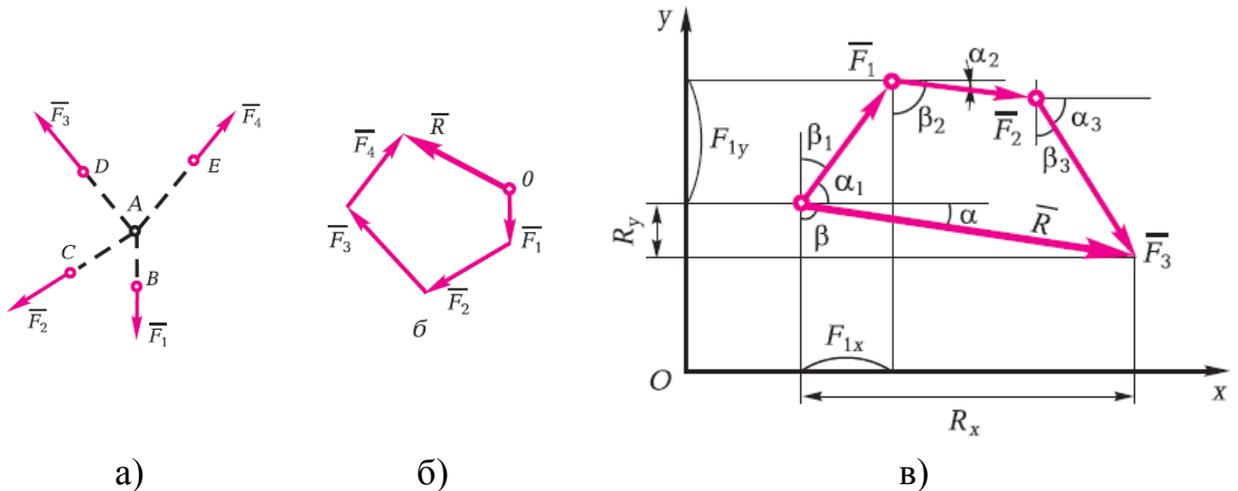

Рисунок 2.13
*Сходящимися* называются силы, линии действия которых пересекаются в одной точке (рис. 2.13а). Существует два способа сложения сходящихся сил: геометрический (рис. 2.13б) и аналитический (рис. 2.13в).
*Графический способ сложения сходящихся сил.* Чтобы графически сложить сходящиеся силы нужно, выбрав произвольную точку  $O$  приложить к ней первую силу, в конце первой силы пристроить вторую силу, в конце второй силы построить третью силу и т.д. (рис. 2.13б).
*Аналитический способ сложения сходящихся сил.* Проецируя векторное равенство  $\bar{F}_1 + \bar{F}_2 + \bar{F}_3 = \bar{R}$  на оси координат (рис. 2.13в), получим два алгебраических равенства: